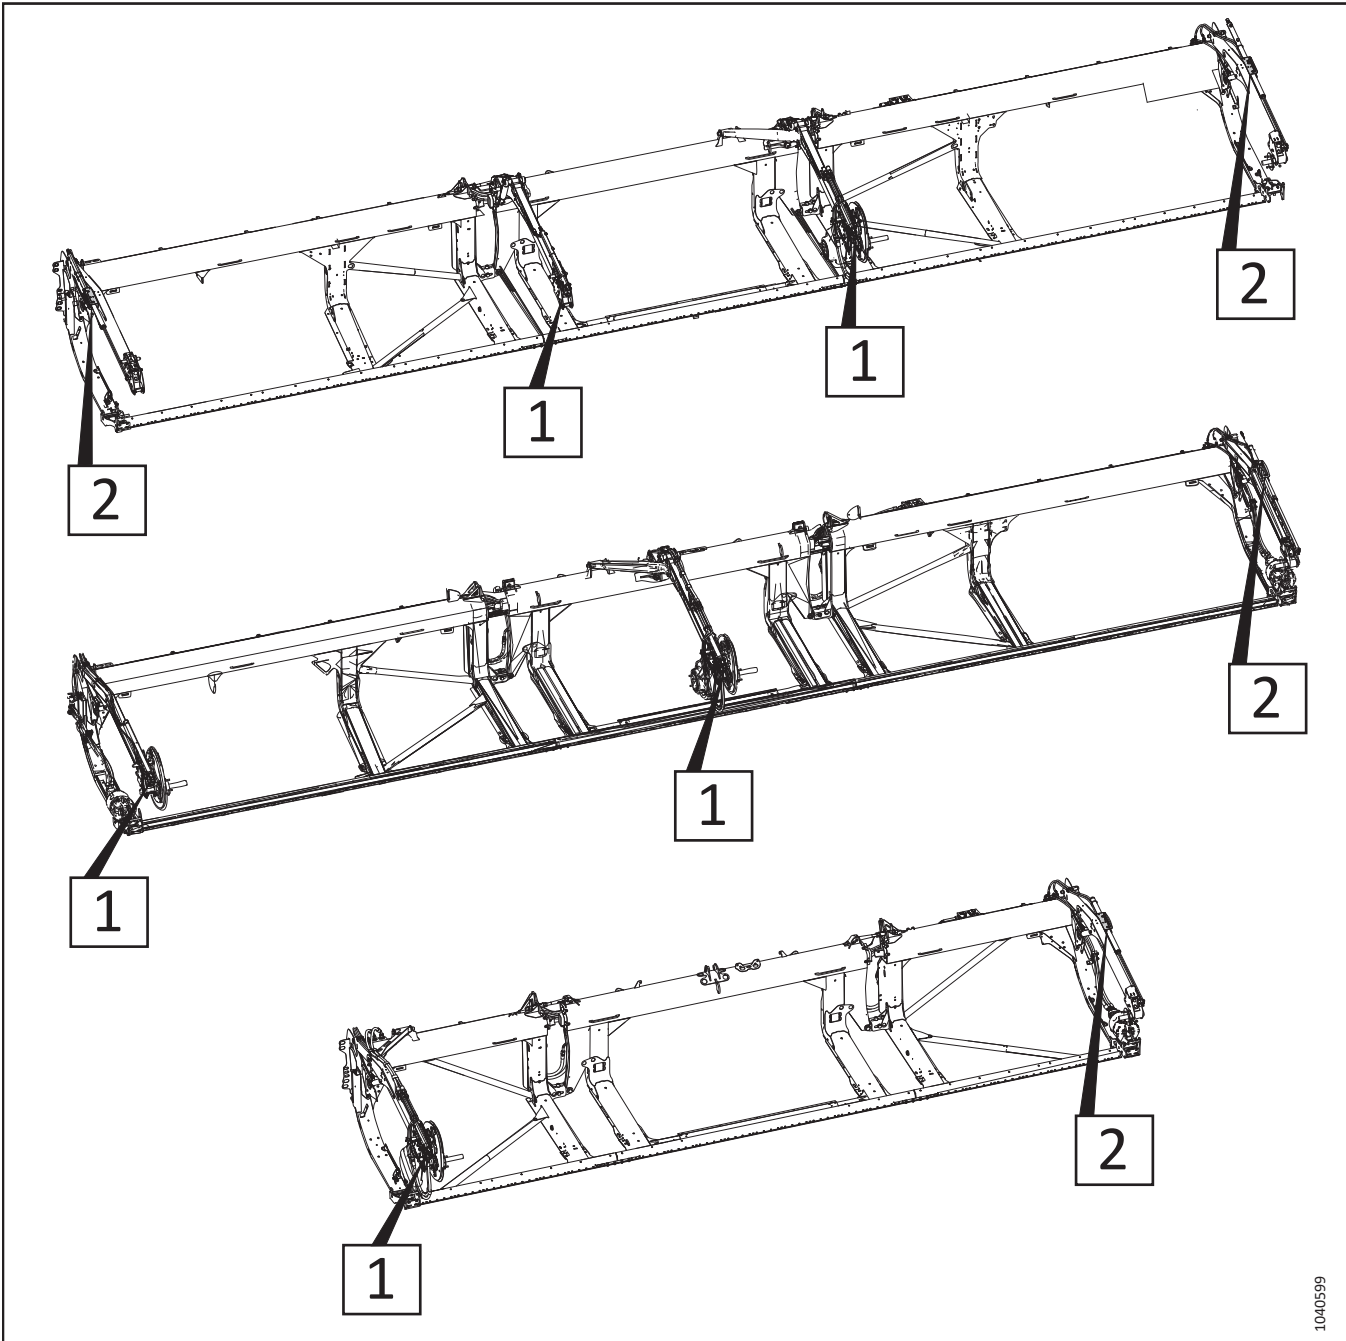

Figura 3.194: Cilindros de avance y retroceso ajustables: números de referencia del procedimiento
6. Consulte la figura 3.194, página 176 para determinar los procedimientos de ajuste del cilindro de avance y retroceso para su tipo de plataforma. El número en la ilustración se refiere a uno de los siguientes procedimientos: